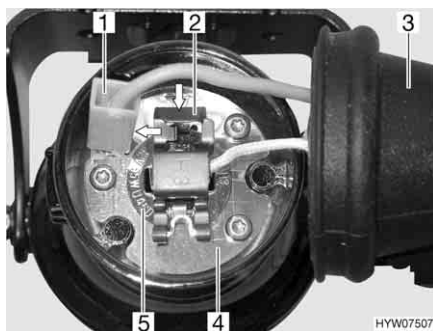

Fig. 166 Luce fendinebbia
- Afferrare dietro la luce fendinebbia e togliere il copripolvere di gomma (Fig. 166,3) dall'involucro (Fig. 166,4).
- Togliere il cavo negativo (Fig. 166,1) dall'involucro.
- Premere la graffa di supporto (Fig. 166,2) per sganciarla e spingerla di lato.
- Estrarre dall'involucro la lampada ad incandescenza (Fig. 166,5) con il cavo.